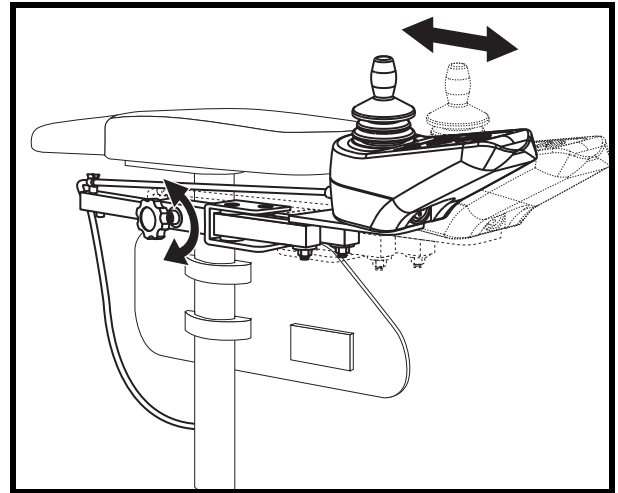

Figure 19. Position du contrôleur
4. Desserrez le bouton de réglage sur l'accoudoir ou le contrôleur est situé. **Voir la figure 19.**